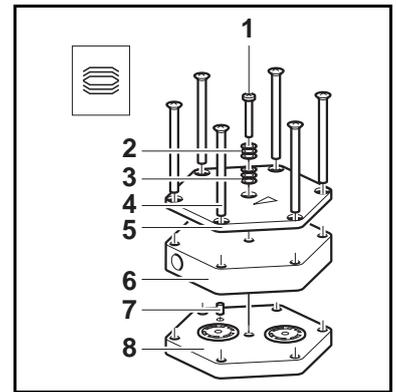

Fig. 9: montaggio della testata
1. Allentare a mano i dadi per raccordi (2) dal collegamento pneumatico testata (3). Ruotare il gomito con bocchettone (1) della testata (4) in senso antiorario finché si riesce a sfilare il tubo flessibile di collegamento.
2. Su entrambe le testate, segnare la posizione della piastra di pressione (fig. 9/5), della testata (fig. 9/6), della piastra intermedia (fig. 9/8) e del supporto della membrana con un tratto di pennarello continuo. Così facendo, si previene l'errato rimontaggio dei componenti in un secondo tempo.
5. Serrare le viti (4) a croce.
6. Montare la vite (1) al centro della piastra di pressione (5) con le molle a tazza (2, 3). Nel farlo, verificare il corretto orientamento delle molle a tazza (v. fig. 9).
7. Stringere la vite (1) finché la testa della vite poggia piana. Stringere la vite di un ulteriore mezzo giro per fissarla/e.
Sostituzione della membrana e delle valvole/degli o-ring.	<ul style="list-style-type: none"> → Accertarsi di aver montato le rondelle sul filetto della membrana. → Verificare la tenuta del collegamento della testata e dei collegamenti flessibili. → Se necessario, serrare a croce con cautela le viti esterne (fig. 9/4) della piastra di pressione.